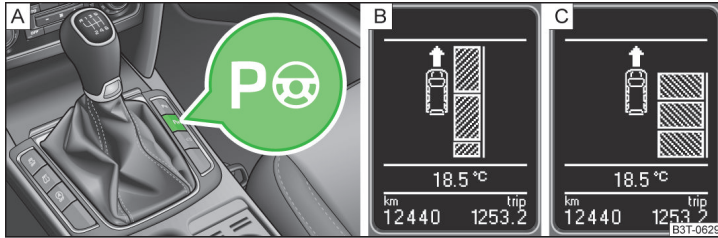

Abb. 149 Systemtaste / Displayanzeige
Bei aktiviertem System leuchtet in der Taste die Kontrollleuchte  » **Abb. 149 auf Seite 162 - .**
- Einmal die Symboltaste **P** » Abb. 149 drücken.
Im Display wird Folgendes angezeigt » Abb. 149 - **B**.
- Zweimal die Symboltaste **P** » Abb. 149 drücken.
Im Display wird Folgendes angezeigt » Abb. 149 - **C**.
- › **Einmal** die Symboltaste  » **Abb. 149 auf Seite 162** drücken.